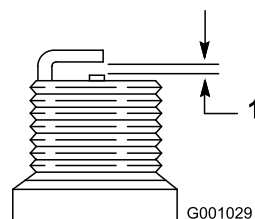

図 39
4. 新しいスパークプラグの電極間隔を、図 39に示すように0.76 mmに調整する。